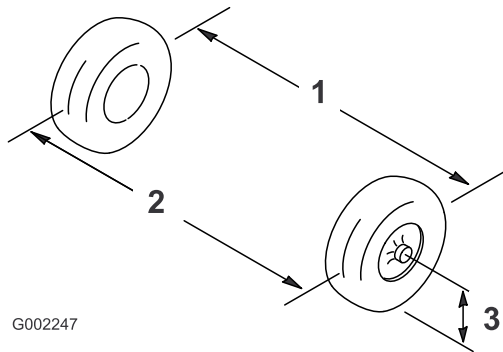

Figura 88
2. Mida la distancia entre los neumáticos delanteros a la altura del eje, en la parte delantera y trasera de los neumáticos delanteros (Figura 88).